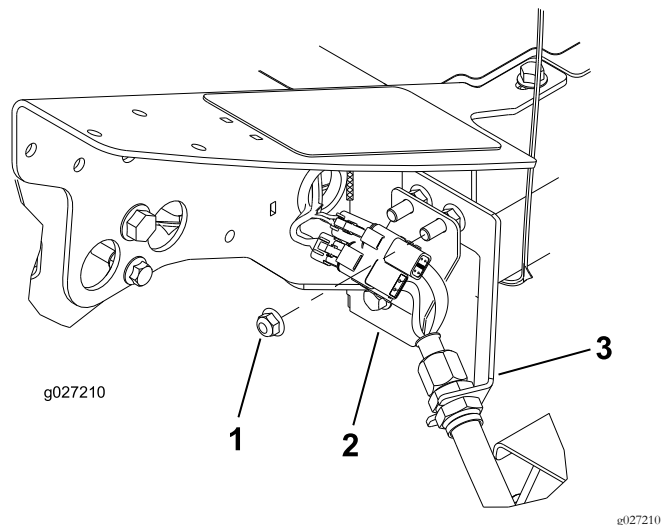

図 11
1. フレームの左前コーナー 4 番カuttingユニットの位置の、バルクヘッドブラケットをマシンに固定しているボルトについている余分のフランジヘッドナットを取り外す 図 11。
3. バルクヘッド取り付けボルトにコネクタプレートを通す。コネクタは 図 11 に示すように通す。